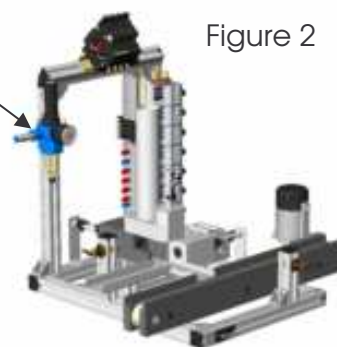

Figure 2
Isoler la Partie Opérative de sa source d'énergie pneumatique en tirant vers la gauche la vanne manuelle d'isolement (**voir figure 2 page suivante**).
- ◆ Autoriser la mise sous pression pneumatique de la Partie Opérative en faisant coulisser le sectionneur pneumatique coulissant vers la droite (voir figure 2 page précédente).